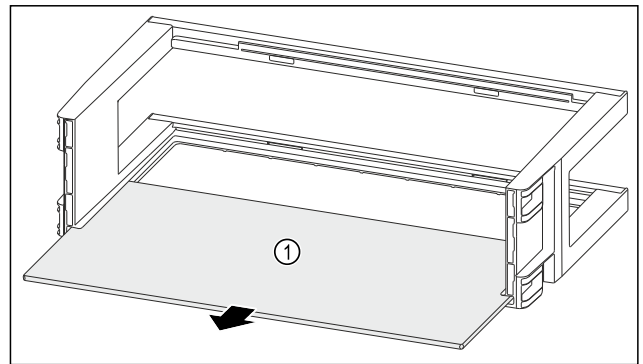

Fig. 138
- ▶ Abstellfläche Fig. 138 (1) entnehmen.